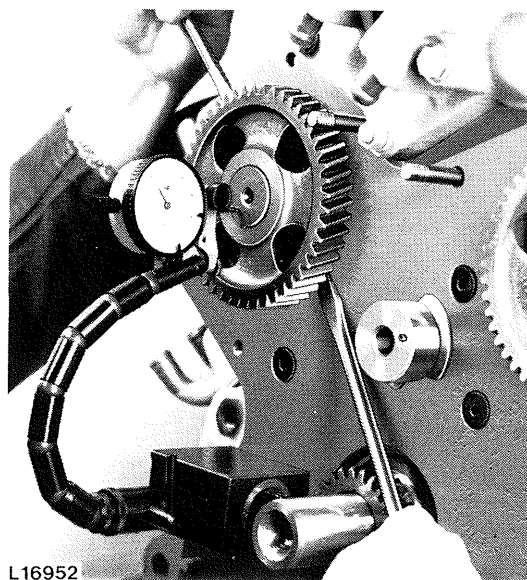

Fig. 10 — Mesure du jeu axial de l'arbre à cames
4. Contrôler le jeu axial de l'arbre à cames (voir fig. 10).